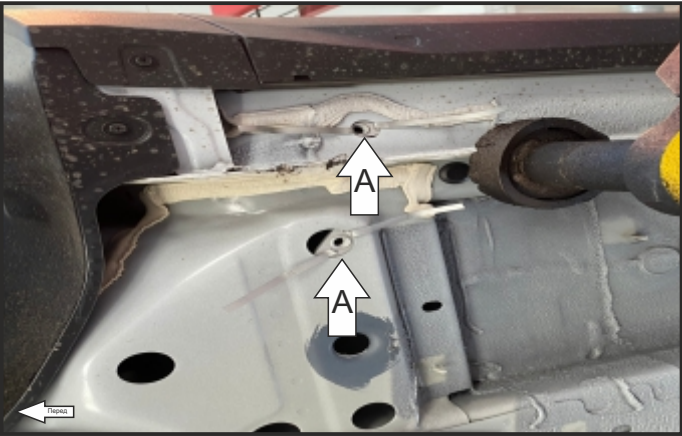
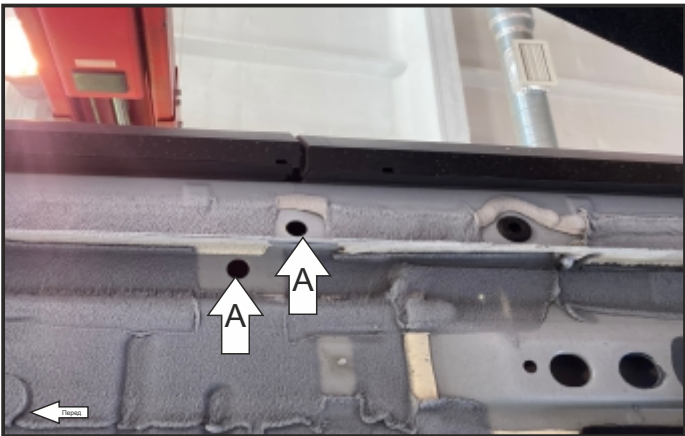
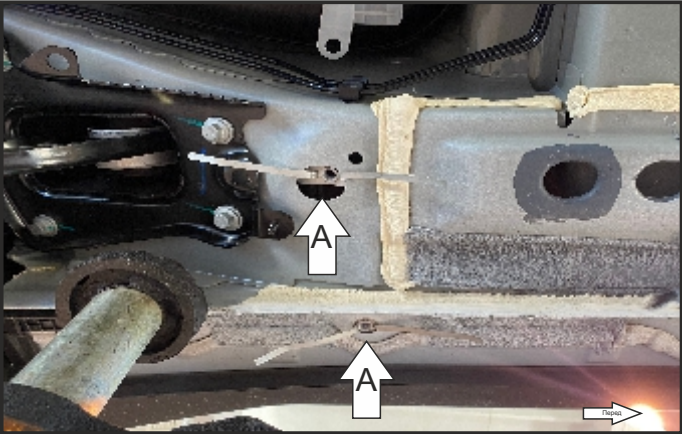

Рис. 2
Рис. 3
Рис. 4
- 2. Извлечь штатные втулки в позициях (А), установить в эти отверстия закладные М10. (Рис.2, Рис.3, Рис.4).